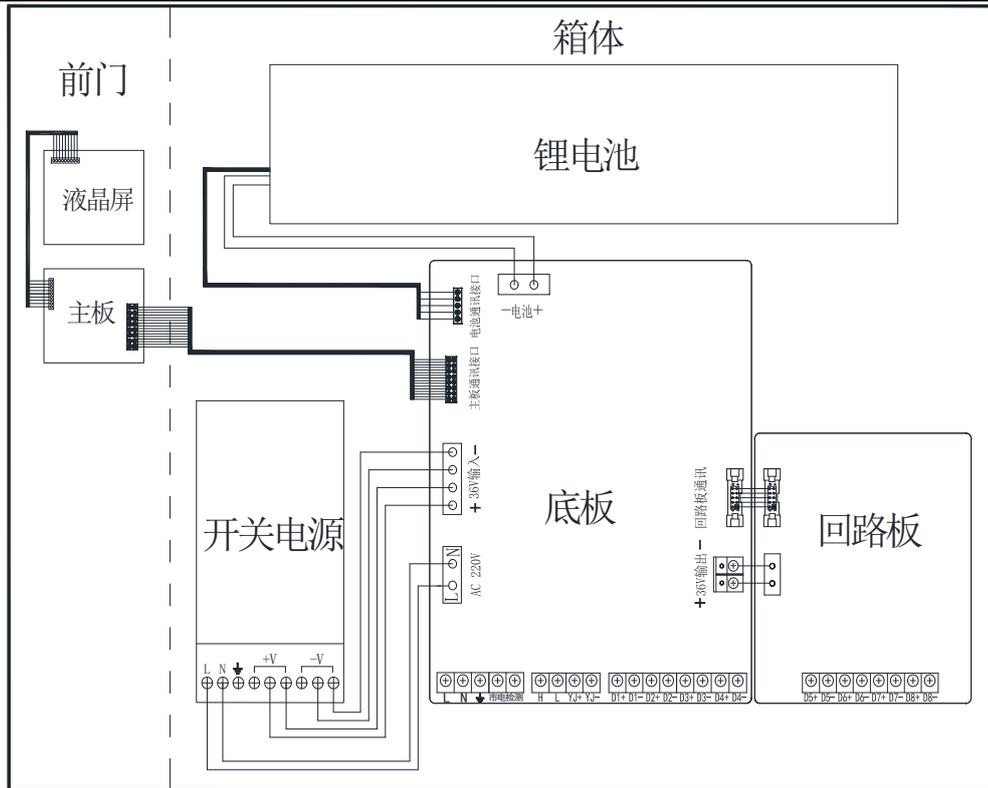

图3 内部接线图
2. 内部接线如下图 3 所示：
打开电池包装，根据图 3 内部接线图进行电池接线。